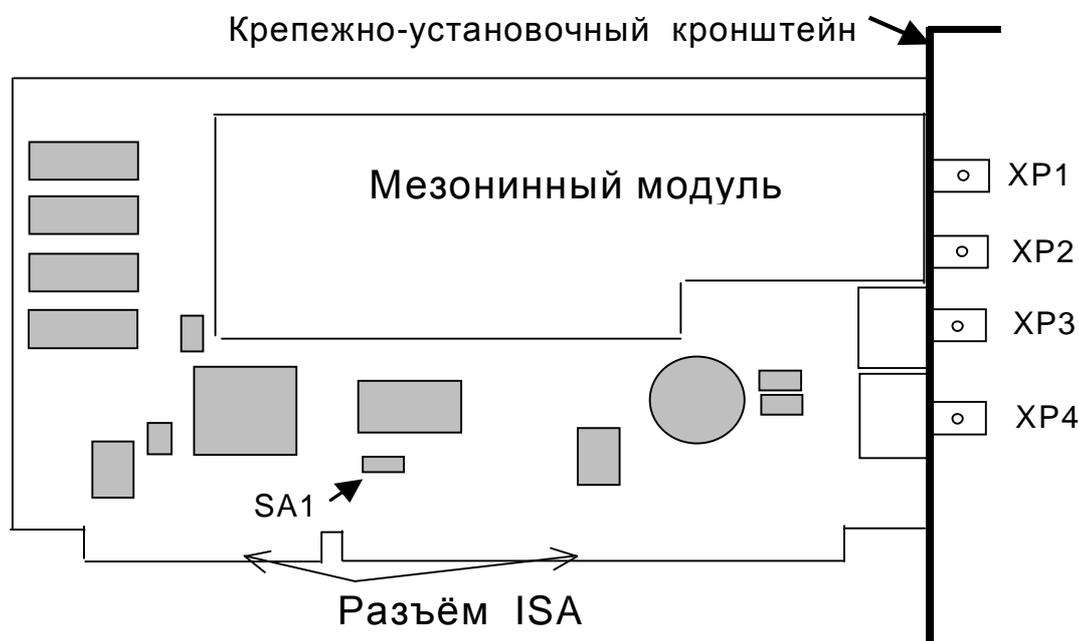

Рис. 6. 1
6.1.1.1 Расположение разъемов XP<1,...4> и ISA, переключателя SA1 показано на Рис. 6. 1.